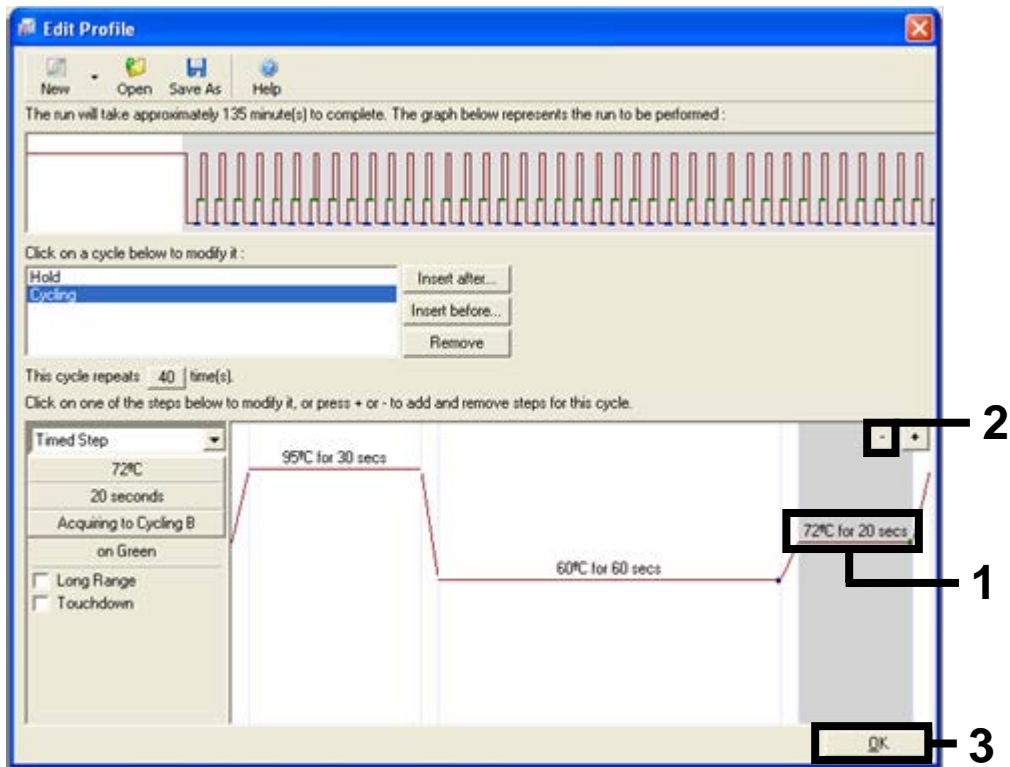

Ilustración 29. Eliminación del paso de extensión (1 = Tercer paso, 2 = Botón para eliminar, 3 = Botón "OK" [Aceptar])
11. Seleccione el tercer paso y elimínelo mediante el botón "-". Haga clic en "OK" (Aceptar) (ilustración 29).